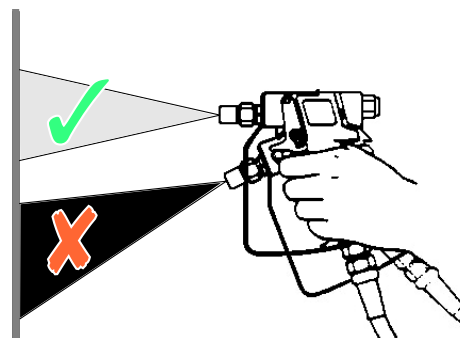

Fig. 17: Ângulo de pulverização
- ▶ Segurar a pistola de pulverização em um ângulo reto (90°) em relação à superfície a revestir. Assim que segurar a pistola de pulverização em um ângulo diferente, o revestimento torna-se irregular e com manchas (Fig. 17).